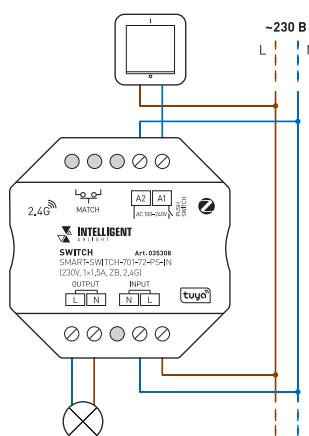

Рис. 1
- 3.3. Подключите источник света к выходу OUTPUT релейного модуля, соблюдая порядок подключения проводов [Рис. 1].
- 3.4. Подключите кнопочную панель к входу A1 и A2 релейного модуля [Рис. 1].